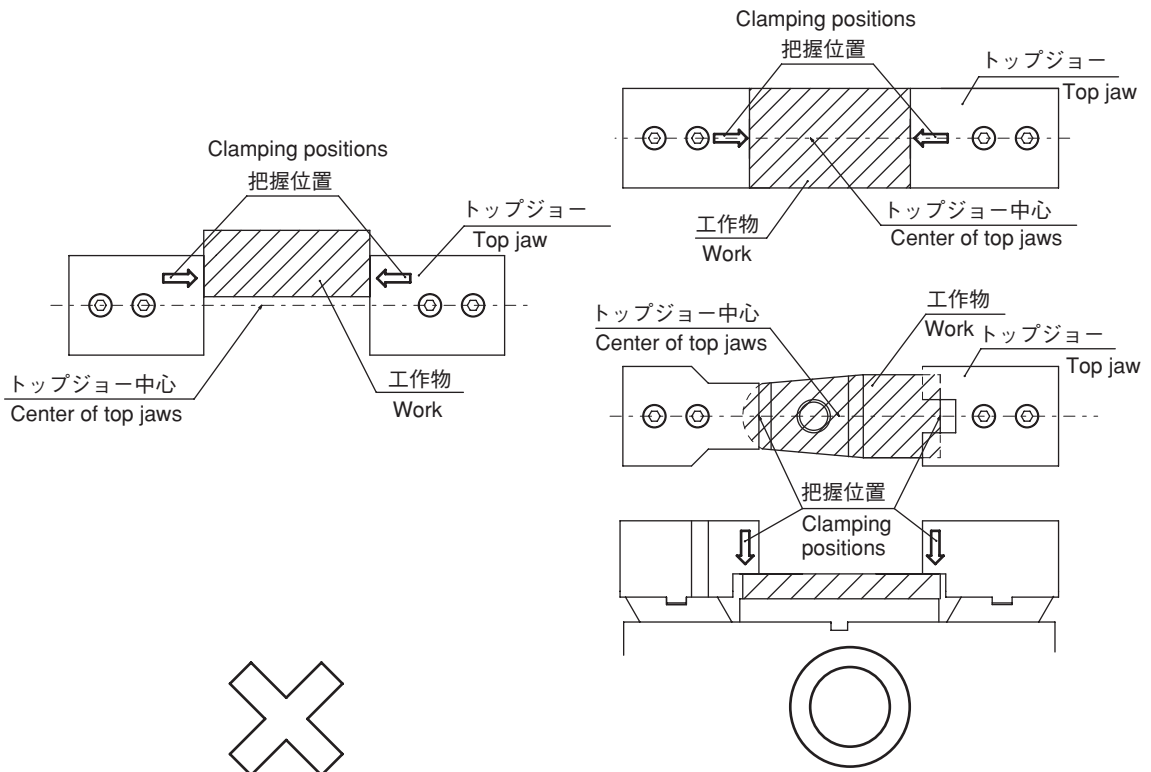
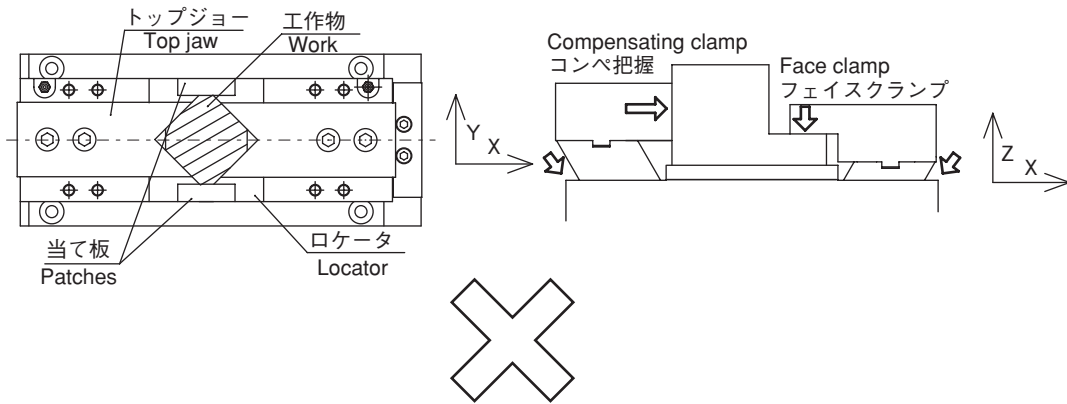

Fig. 3-10 把握例 Clamping Examples
Fig. 3-11 悪い把握例 Bad Clamping Example
- ① Fig.3-10のようにトップジョーが工作物を把握する際、把握位置がトップジョー中心にくるように把握を行ってください。片寄せた把握は行わないで下さい。精度不良及び部品破損の原因になります。
- ② 2つのトップジョーが同期した状態でコンベ把握・フェイスクランプを行ったり、2つのトップジョーを揺動したセンタリング把握を行うと工作物を正確に把握できなくなり、部品の破損につながったり、加工時に工作物が飛散する可能性があります。
- ③ トップジョーを揺動状態で使用する際は、最大揺動量以上の誤差を生じる工作物を把握しないで下さい。把握した場合、正確な把握ができなくなり加工時に工作物が飛散する可能性があります。また、治具モジュールの部品が破損する可能性があります。
- ④ Fig.3-11のようにトップジョーでY軸方向の規制を行わないで下さい。規制を行うと、ロケータでの位置決めが不安定になるばかりでなく、部品が破損し、正確な把握ができなくなり加工時に工作物が飛散する可能性があります。
- ⑤ 2つのトップジョーでそれぞれコンベ把握とフェイスクランプというように異なる把握方法で使用しないで下さい。異なる把握をした場合、正確な把握ができなくなり加工時に工作物が飛散する可能性があります。
- ① When the work is clamped with top jaws as shown in Fig. 3-10, the work must be positioned in the center between top jaws. Do not clamp the work disproportionately because it causes an accuracy failure and parts broken.
- ② When performing the compensating clamp / face clamp with two top jaws synchronized or the centralizing clamp with two jaws fluctuated, the work cannot be clamped correctly. As a result, parts may be broken or the work may be scattered in machining.
- ③ When using the top jaws under fluctuation state, do not clamp the work that the error of max. fluctuating amount or more occurs. If clamped, the work cannot be clamped correctly. As a result, parts may be broken or the work may be scattered in machining. Also, the parts of jig module may be broken.
- ④ Do not clamp the work with the top jaws in Y-axis direction as shown in Fig. 3-11. If clamped, the positioning of work by locators becomes unstable and the work cannot be clamped correctly. As a result, parts may be broken or the work may be scattered in machining.
- ⑤ Do not clamp the work with two top jaws in combination with the compensating clamp and the face clamp because the work cannot be clamped correctly. As a result, the work may be scattered in machining.